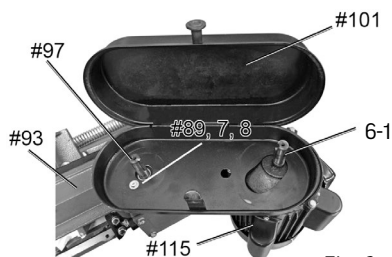

Fig. 6
3. Fixez le couvercle de poulie à la scie à ruban au moyen d'une vis (n° 89), d'une rondelle à ressort (n° 7) et d'une rondelle plate (n° 8 [fig. 6]).